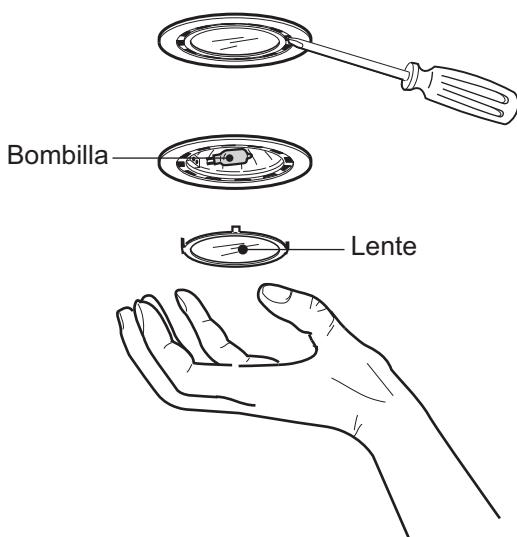

Figura 4: Reemplazo de las bombillas halógenas
1. Con la punta de un destornillador plano o de una herramienta semejante, afloje la lente de protección, como se muestra en la Figura 4.